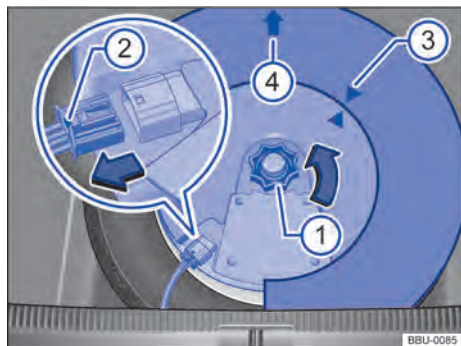

Fig. 192 En el maletero: desmontar el subwoofer (variante 2).
- Coloque el subwoofer en la base de la llanta con cuidado. La punta de la flecha "FRONT" → fig. 192 ④ que hay en el subwoofer deberá señalar hacia delante.
- Compruebe que la punta de esta flecha coincida con la punta de la flecha de la caja de herramientas → fig. 192 ③.
- Acople el conector → fig. 192 ② hasta que el bloqueo encastre de forma audible.
- Enrosque la ruedecilla → fig. 192 ① en el tornillo prisionero en el sentido contrario al de la flecha hasta que el subwoofer quede bien fijado.